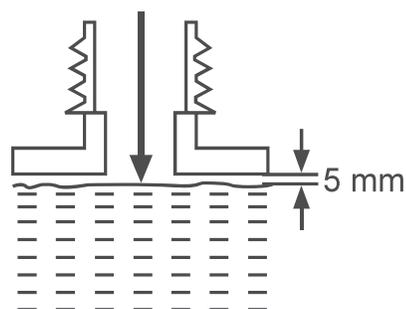

Fig. 17
3. Encha um lubrificante adequado no depósito utilizando um funil de óleo com filtro, para evitar a entrada de detritos no depósito. Não encha demasiado e deixe, no mínimo, 5 mm de espaço entre a parte superior do óleo e o rebordo interior do depósito para permitir a expansão (Fig. 17).